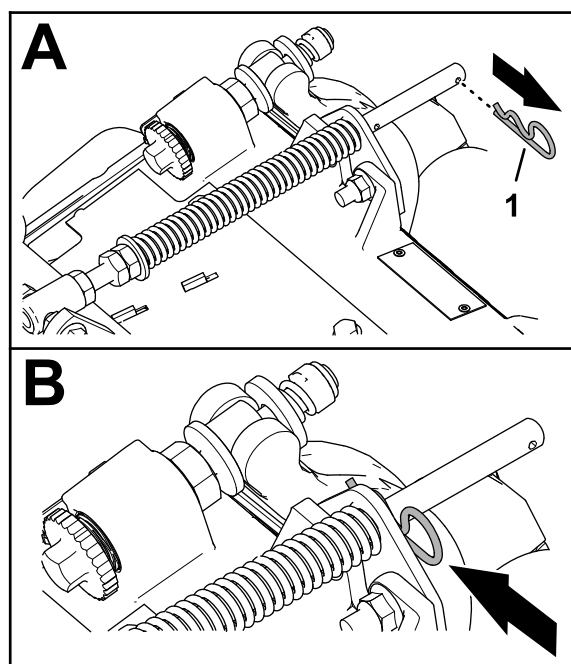

Figure 16
- Si la goupille fendue se trouve dans le trou arrière de la tige du ressort de compensation, retirez-la et insérez-la dans le trou près du support (Figure 16).